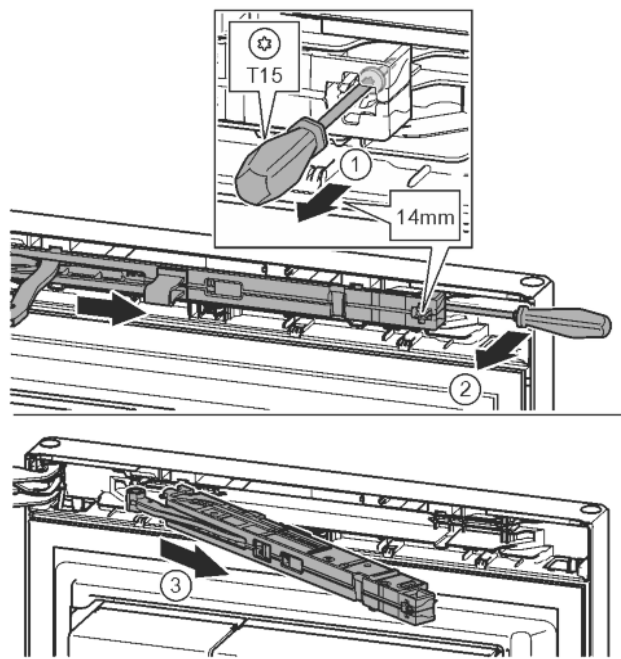

Fig. 9
- Odvijačem T15 otpustite vijak na jedinici prigušivača zatvaranja oko 14 mm. Fig. 9 (1)
- Umetnite odvijač na strani prijanjanja iza jedinice prigušivača zatvaranja i okrenite prema naprijed. Fig. 9 (2)
- Izvucite jedinicu prigušivača zatvaranja. Fig. 9 (3)